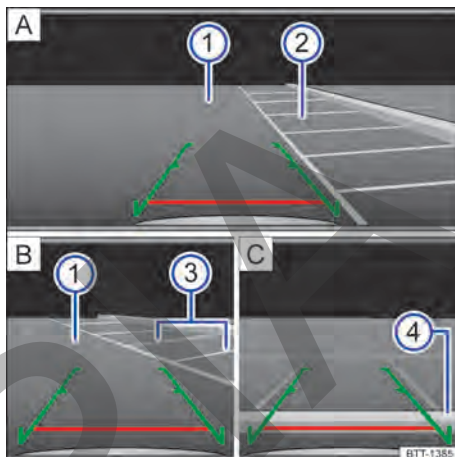

Fig. 98 Visualización del display del sistema de radio: estacionar con la cámara de marcha atrás.
Leyenda para → fig. 98:
- Colocar el vehículo delante de la plaza de estacionamiento → fig. 98 ② A.
- Conducir hacia atrás lentamente y maniobrar de modo que las guías verdes laterales conduzcan entre la líneas de delimitación de la plaza de estacionamiento seleccionado ② A. ▶
- Alinear el vehículo en la plaza de estacionamiento seleccionada de modo que las guías verdes laterales queden sobre las líneas de límite lateral ③ [B].
- Detener el vehículo cuando la línea roja alcance el límite trasero ④ [C].